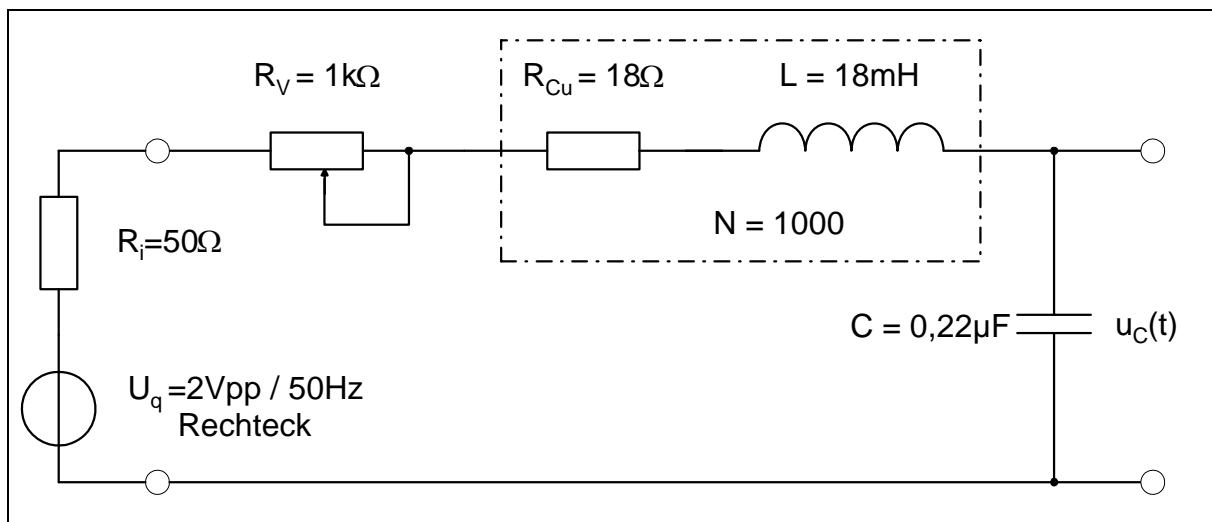

Bild 1
1. Bauen Sie die Schaltung nach **Bild 1** auf!